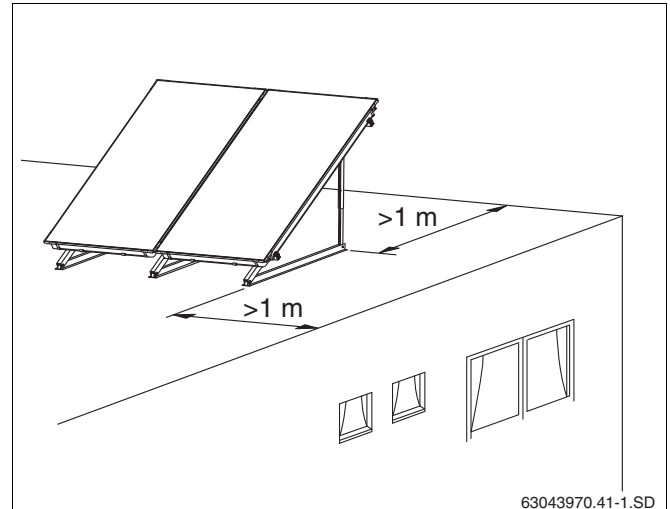

Рис. 15 Расстояние от края крыши
- ▶ Следите за тем, чтобы перед монтажом расстояние между подставкой и краем плоской крыши было не менее одного метра (рис. 15).